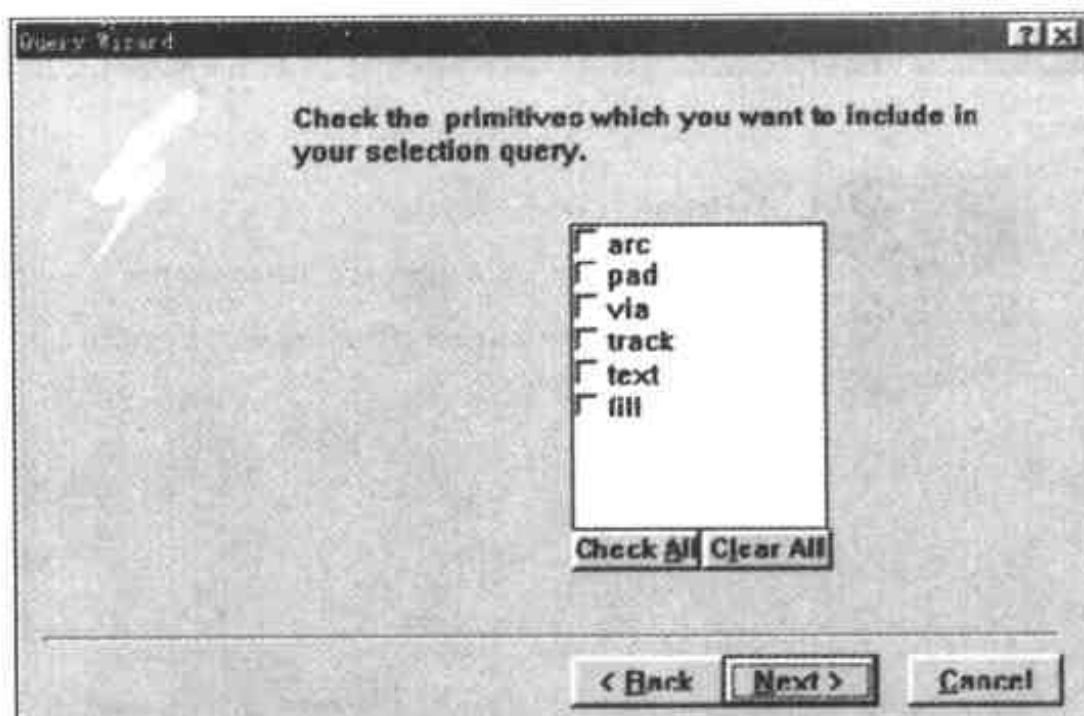

图 7-35 指定所要选取的对象
- (3) 在对话框中提供了两个单选钮,如果没有预先定义选取的对象,可单击 Define a new query 单选钮,然后单击 Next 命令按钮,打开下一个对话框,如图 7-35 所示。